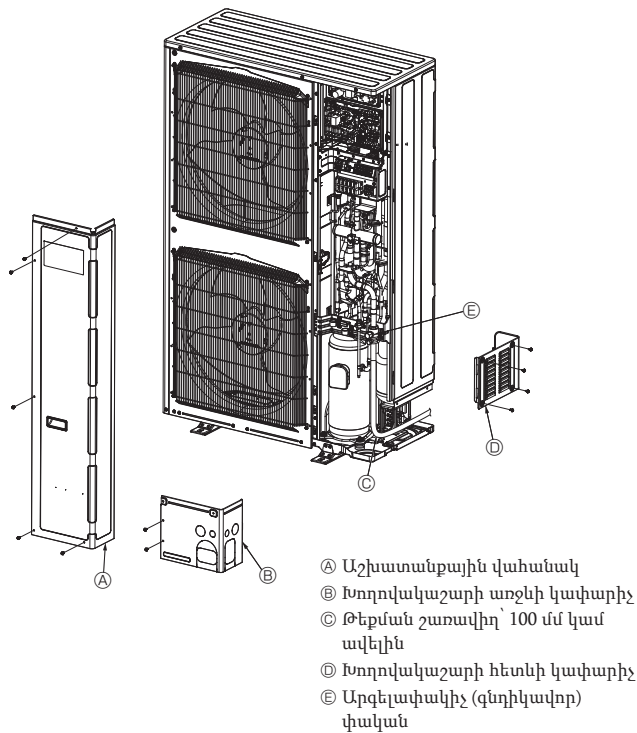

Fig. 4-10
4.4. Սառնագենտի խողովակների անցկացում (Fig. 4-10)